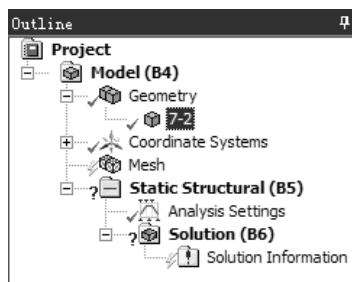

图 2.2.11 选择几何体
(1) 在图 2.2.11 所示的窗口中选中 **7-2** 几何体对象。